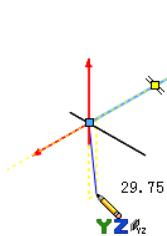
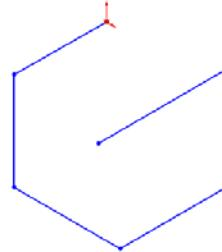

图 6-3 在 YZ 基准面绘制草图
图 6-4 绘制的三维草图
**05** 改变绘制的基准面。上一步是在 XY 的基准面上绘制直线，当继续绘制直线时，控标会显示出来。按 Tab 键会改变绘制的基准面，依次为 XY、YZ、ZX 基准面。图 6-3 所示为在 YZ 基准面上绘制的草图。按 Tab 键依次绘制其他基准面上的草图，绘制完的三维草图如图 6-4 所示。